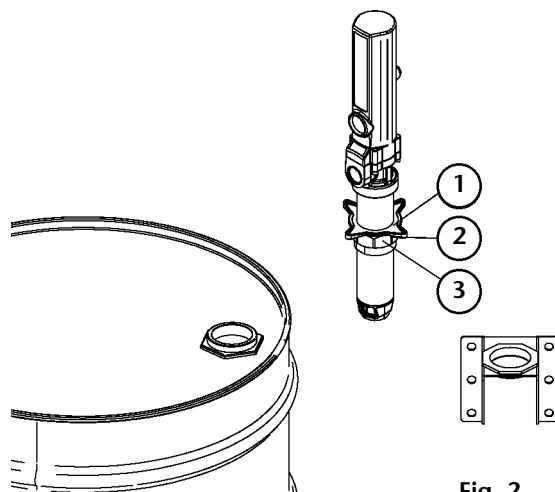

Fig. 2
These pumps can be mounted directly on drums, tanks or on a wall bracket (p.n. 360102) fitted with a 2" bung (Fig 2). Loose the star nut (1) of the bung adaptor to remove the lower nut (3), and screw this into the 2" bung opening of the drum or bracket. Place the star nut (1) and the split ring (2) on the suction tube. Slide the pump through the opening and fasten the assemble at the desired height by tightening the star nut (1).
Las bombas pueden ser montadas directamente sobre bidones, cisternas o sobre un soporte mural que dispongan de rosca 2" BSP H (Fig. 2). Afloje la tuerca en estrella (1) del adaptador para extraer la parte inferior del mismo (2) y rosclarla en el brocal de 2" del bidón o del soporte. Coloque la tuerca en estrella (1) y el anillo (2) del adaptador en el tubo, introduzca la bomba por el brocal y apriete el conjunto a la altura deseada.